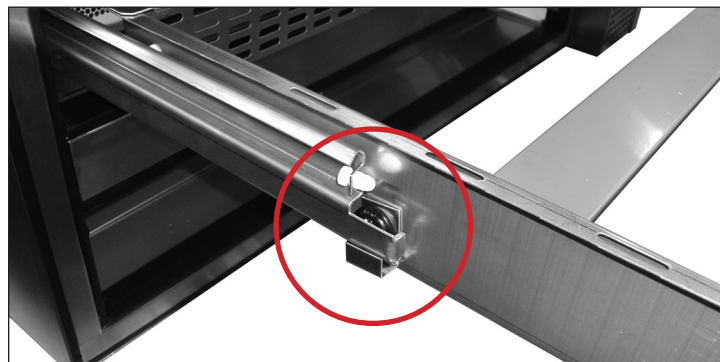

Fig. 1. Emplacement des clips de rouleau.
3. Tournez les clips de rouleau en position basse. Voir fig. 1 et 2.